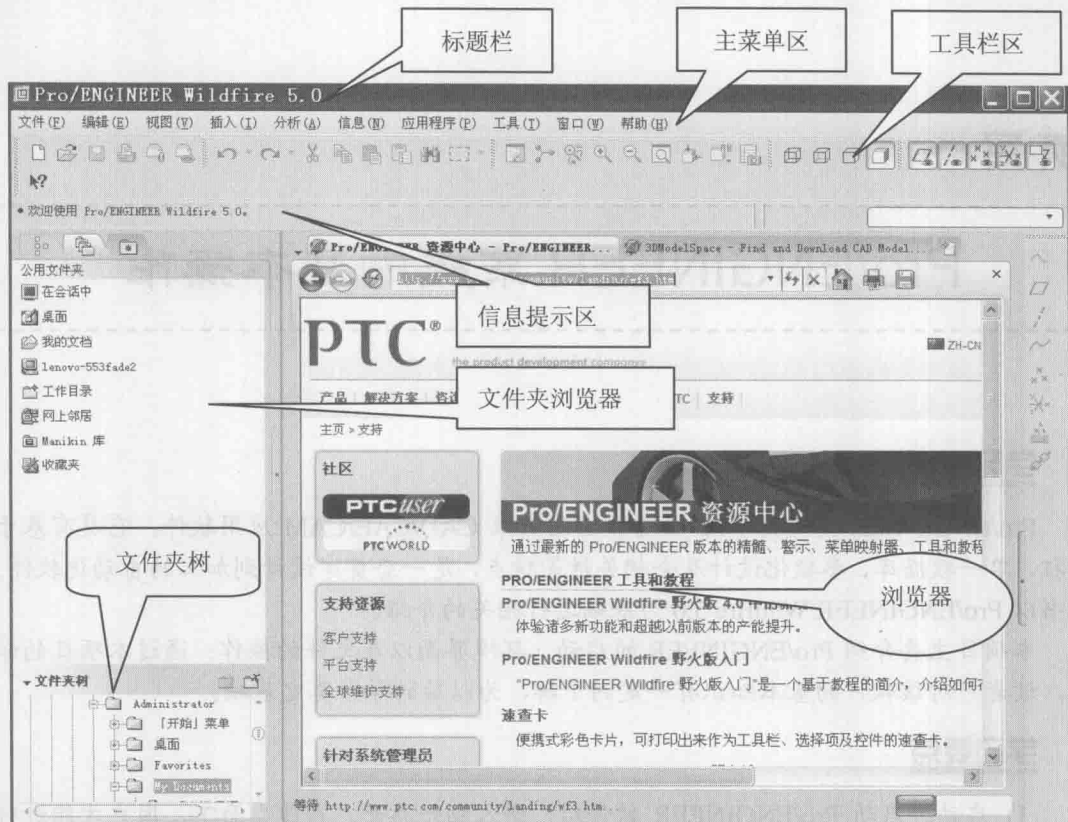

图 1-1 Pro/ENGINEER 的初始界面
- 双击桌面上的 Pro/ENGINEER 快捷图标 ，等待一会儿，系统即进入 Pro/ENGINEER 的初始界面，如图 1-1 所示。
启动 Pro/ENGINEER 程序后就进入了 Pro/ENGINEER 的初始界面,如图 1-1 所示。该界面分为标题栏、主菜单区、工具栏区、信息提示区、浏览器等区域。